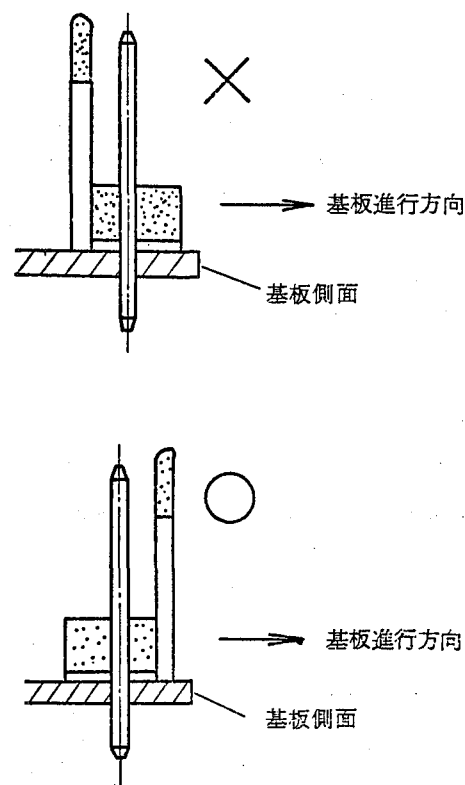

図 13
- (1) ポスト・ヘッダーが基板の側面近くに位置している場合はロック部を図13の様にして基板に装着することが望まれます(半田時フラックスがポストに付着するのを防止するため)。